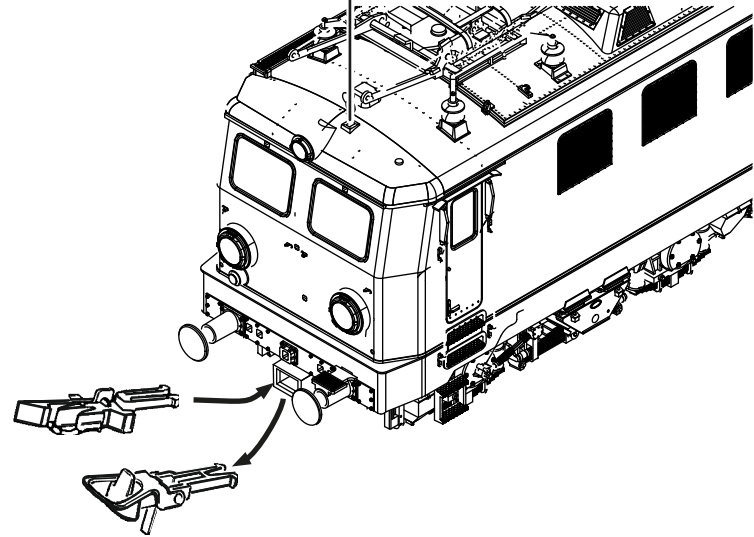

Fig. 3
**Mehrzugbetrieb:** Zuerst Lokgehäuse abnehmen (Fig. 3). Danach den Brückenstecker aus der Schnittstelle entfernen (diesen sorgsam aufbewahren). Danach den Stecker des Steuerbausteins lagerichtig einsetzen (siehe Fig. 7).
**2. Schmierung:** Versehen Sie die im Schmierplan in Fig. 4 gekennzeichneten Stellen mit nur **kleinen Öltropfen**. Dazu zuerst das Lokgehäuse abnehmen (Fig. 3). Wir empfehlen den ROCO **Öler Art.-Nr. 10906**. Fürs Schmieren der Getriebeteile (Zahnräder, Schnecke) empfehlen wir das **ROCO-Spezialfett Art.-Nr. 10905**. Im Falle der Schmierung diese Teile **nicht ölen**.
**4. Kohlebürstenwechsel:** Lokgehäuse abnehmen (Fig. 3). Danach wird der Motor ausgebaut und die Kohlebürsten ausgewechselt (Fig. 9).
**2. Lubrication:** Apply **tiny oil drops** to spots marked in fig. 4. Prior to lubrication dismantle locomotive (fig. 3). We recommend using item no. **10906, ROCO oiler**. For lubrication the gearparts (e.g. cogwheels, worm) we would recommend our ROCO **special grease** (item no. **10905**).
**4. Carbon Brush Changing:** First remove loco body (fig. 3), and then the motor (fig. 9).
**2. Graissage:** N'appliquez **qu'une toute petite goutte** aux endroits indiqués par le plan de graissage (fig. 4) après avoir démonté la caisse de la locomotive (fig. 3). Nous vous recommandons **le graisseur à huile ROCO réf. 10906**. Pour graisser les engrenages (roues dentées, vis sans fin) nous vous conseillons la **graisse spéciale ROCO réf. 10905** pour engrenages en matières synthétiques. Lorsque vous utilisez cette graisse il faut éviter d'huiler ces composants.
**4. Remplacement des balais du moteur:** Démontez la caisse (voir fig. 3). Démontez ensuite le moteur et échangez le balais (fig. 9).